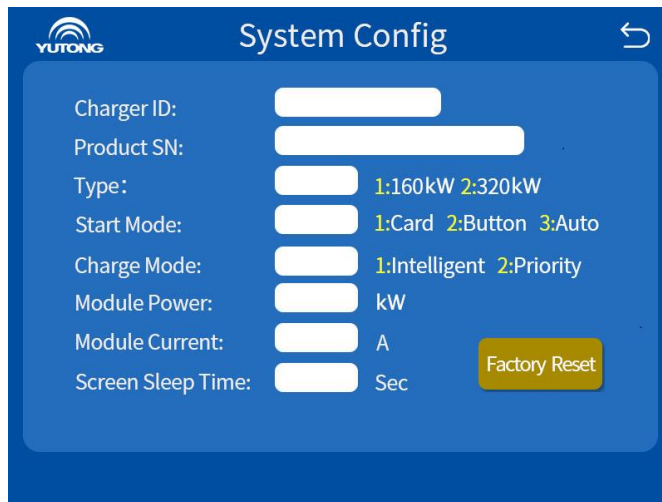

Figura 21 Interfaz de configuración del sistema
4) La interfaz de configuración del sistema se muestra en la figura 21.